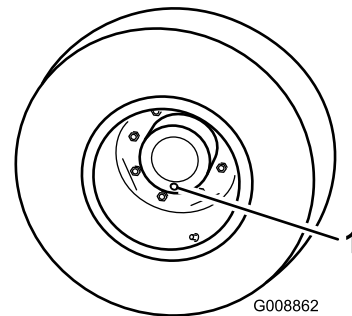

Рисунок 89
1. Поставив машину на ровную поверхность, расположите колесо так, чтобы одна контрольная пробка находилась в самом нижнем положении («6 часов») (Рисунок 89).